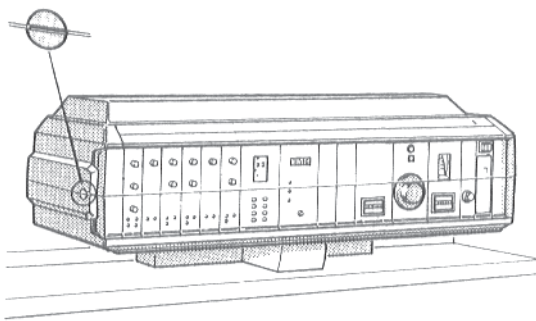

Рис. 29
- Установить шлиц винта прозрачного покрытия регулятора (рис. 29) в горизонтальное положение, например при помощи монеты. Снять прозрачное покрытие в направлении вперед.